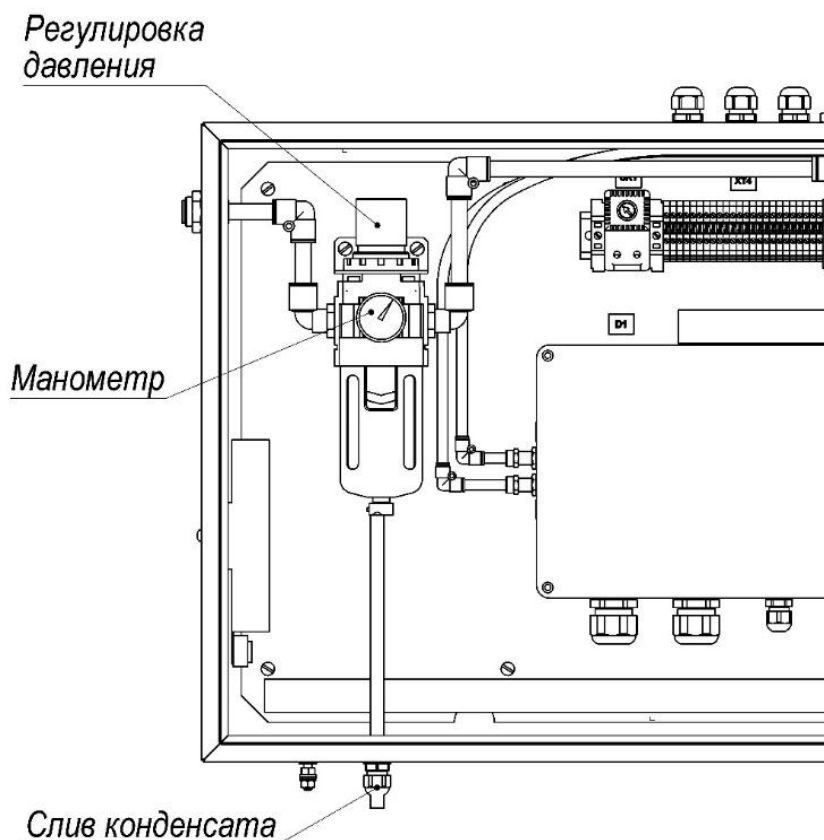

Рисунок 16
3) подать на фильтр сжатый воздух, по манометру ВМО (рисунок 16) проверить значение его давление. Если уровень давления не соответствует 0,5-0,55 МПа (5,0-5,5 бар), регулировать до нужного значения, вращая ручку на ВМО;
- 2) выпустить конденсат, нажав на штуцер, расположенный на нижней стенке пульта управления (рисунок 16);